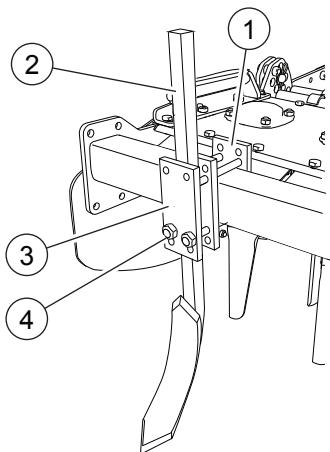

FIG. 14
Den Scharen-Träger (1, "Fig. 14") auf der Vorderschiene einbauen. Den Tiefenlockerer (2) zwischen den Platten einsetzen (2). Die Höhe des Bodens regulieren. Die Schraubenmutter festdrehen (4).